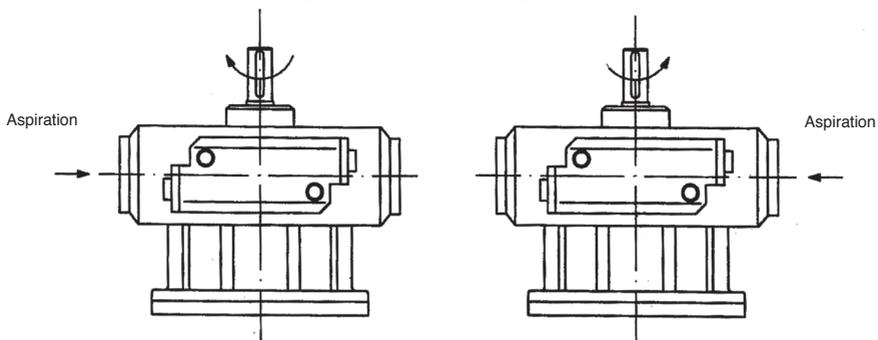

Figure 3
- S'assurer que le sens de rotation de la pompe est approprié: en regardant la pompe du côté du moteur, si la pompe tourne dans le sens des aiguilles d'une montre, l'aspiration doit être exécutée par le tuyau à droite; si elle tourne dans le sens inverse aux aiguilles d'une montre, l'aspiration doit être exécutée par le tuyau à gauche (voir la Fig. 3).